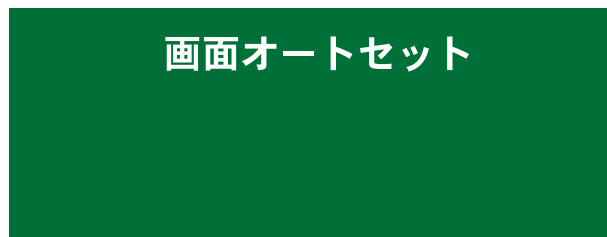

図 3-1 画面オートセット
- 図3-1 のメッセージは、MultiLink が表示パラメータを自動調整する場合に表示されます。